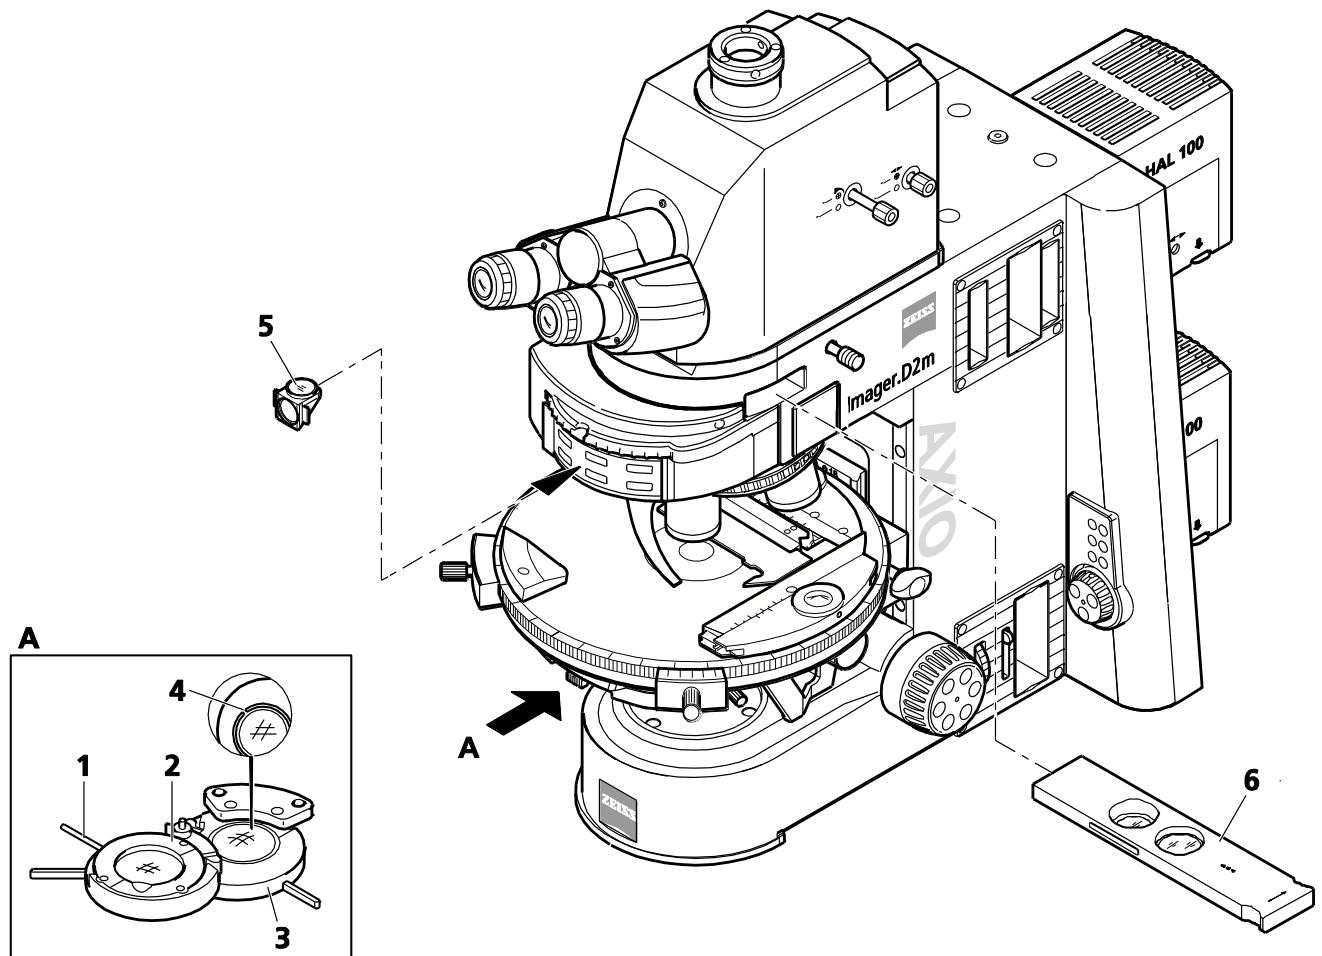

Fig. 202 Composants pour contraste de polarisation circulaire
(3) Réglage du microscope
- Régler le microscope comme pour le champ clair en lumière transmise conformément au principe d'illumination de KÖHLER (voir paragraphe 4.12.1 (3)).
- Insérer le curseur d'analyseur (Fig. 202/6) dans la trajectoire lumineuse.
- Installer le polariseur circulaire D (voir paragraphe 0) et insérer le module réflecteur $\lambda/4$, ACR, P&C (Fig. 202/5) dans la tourelle porte-réflecteurs.
- Faire pivoter la partie inférieure du polariseur circulaire D (Fig. 202/3) dans la trajectoire lumineuse jusqu'en butée et, à pleine intensité lumineuse, évaluer l'extinction (assombrissement) du champ d'observation sans échantillon.
Si l'extinction n'est pas optimale, corriger la position du sens de vibration en tournant légèrement et de manière sensible le support du polariseur (utiliser les fentes de réglage (Fig. 202/4) situées au bas du polariseur à cet effet) jusqu'à ce que l'extinction maximale soit obtenue. Normalement, cependant, cela n'est généralement pas nécessaire, car la position du sens de vibration du polariseur est réglée en usine.
- Faire ensuite pivoter la partie supérieure du polariseur circulaire D (Fig. 202/2) dans la trajectoire lumineuse.
- Tourner le levier de la lame $\lambda/4$ du polariseur circulaire D (Fig. 202/1) jusqu'à ce que l'extinction maximale soit obtenue (champ d'observation gris foncé) (le levier est orienté à 45° vers la droite).
L'effet de la lame $\lambda/4$ (Fig. 202/2) peut être annulé, soit en la faisant pivoter hors de la trajectoire lumineuse, soit en la tournant avec le levier (Fig. 202/1) dans l'une de ses deux positions d'encliquetage.